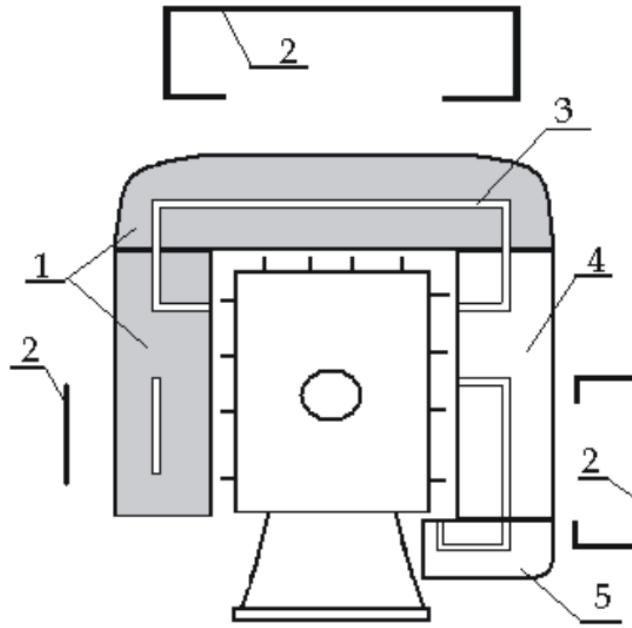

Рис. 4. Установка башмаков печи «Сударушка К»
#### 5.4. Сборка облицовки Сударушки К (см. рис.4и 5):
- установить башмаки (А) прижав их вырезами к ногам основания печи вариант 1, установить башмаки (Б) как указанно на (рис.4) вариант 2;